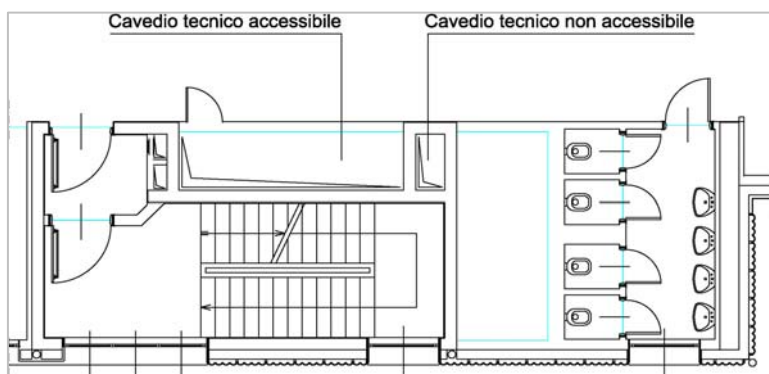

Fig. 2
- Nei casi di Cavedi tecnici, vani che accolgono gli impianti tecnici, accessibili tramite accesso indipendente, sono assimilati ad un vano, avranno una superficie netta utile, tracciata attivando il layer SUPNETTAVANO. **Fig. 2**.